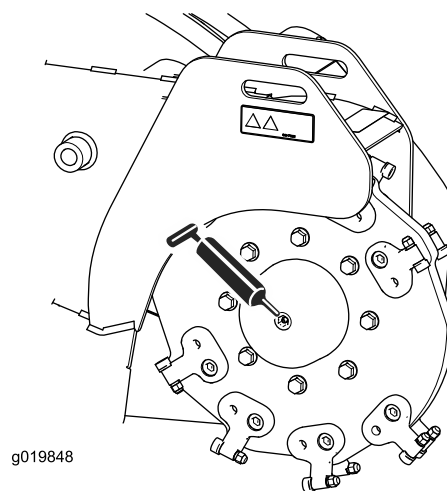
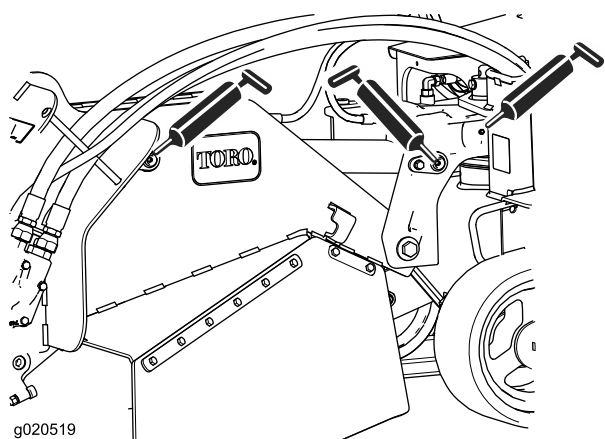

Figura 26
Figura 28
4. Ligue uma pistola de lubrificação ao encaixe (Figura 26 a Figura 28).